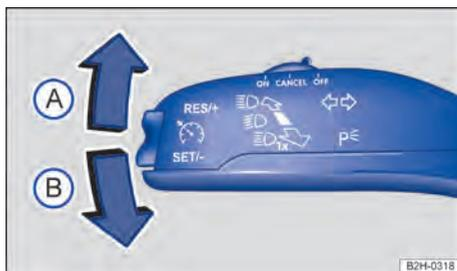

Fig. 73 À esquerda na coluna de direção: alavanca dos indicadores de direção e do farol alto.
- Leve a alavanca dos indicadores de direção e do farol alto da posição central para a seguinte posição → Fig. 73:
- (A) Luz de estacionamento ligada à direita.
- (B) Luz de estacionamento ligada à esquerda.